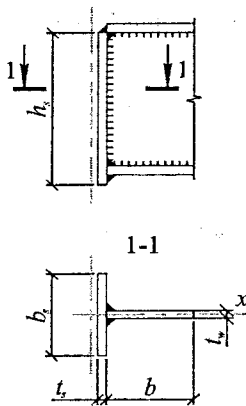

Рисунок 11.1 – Опорна частина зварної двотаврової балки
1. Накреслити опорну частину зварної двотаврової балки, яка наведена на рис. 11.1, і виконати обчислення згідно з прикладом, наведеним нижче.